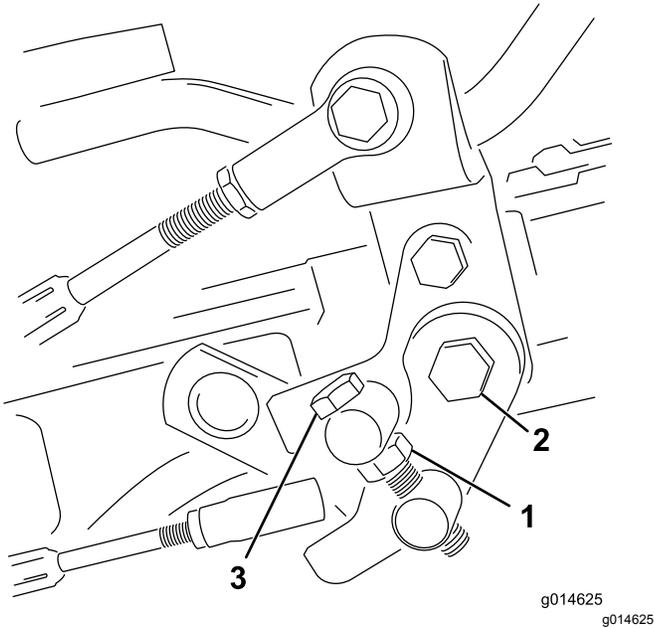

图53
1. 松开枢轴螺栓上的锁紧螺母图53。
4. 上紧枢轴螺栓上的锁紧螺母和踏板枢轴上的螺母锁定调整图53。检查调整情况、并按需要调整。